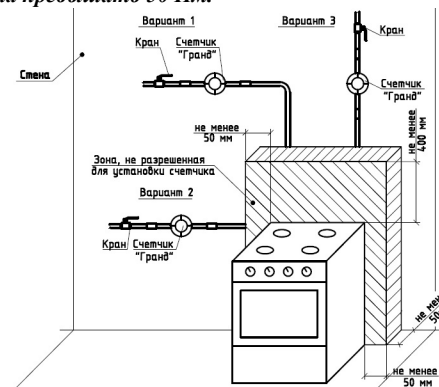

Рисунок 2
5.4.1 Установка счетчика на вертикальном или горизонтальном участке газопровода (рисунок 2). **ВНИМАНИЕ! Направление стрелки на корпусе счетчика должно совпадать с направлением потока газа в газопроводе.** Допускается установка счетчика в любом удобном для потребителя положении, не противоречащем правилам установки и монтажа газового оборудования. Наличие прямых участков до и после счетчика не требуется.